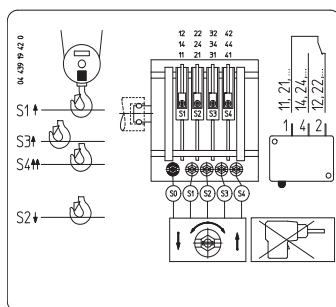

Fig. 3
6.7.2 Ponte rolante standard - variante II (Fig. 3)